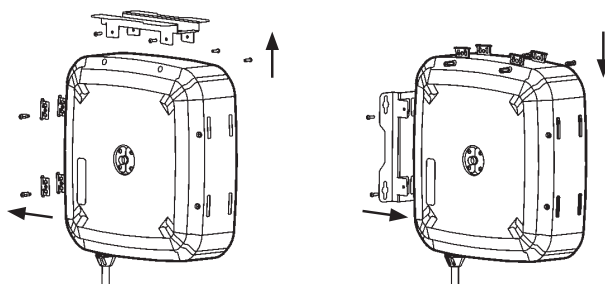

FIG 5.
- Loosen the screws that hold the bracket and remove the bracket from the hose reel. Remove also the plastic covers corresponding to the new position of the support (Fig. 5).
- Place the bracket in the new position of the hose reel body and tighten the four corresponding screws. Replace the plastic covers in the new grooves which are now free (Fig. 5).
- Skruva loss skruvarna som håller slangrullens fästplåt och ta bort fästplåten. Ta även bort plastpluggarna som sitter i hålen för fästets nya position (Fig. 5).
- Montera fästet i dess nya position och skruva fast det med skruvarna. Sätt i plastpluggarna i hålen där fästet tidigare var monterat (Fig. 5).